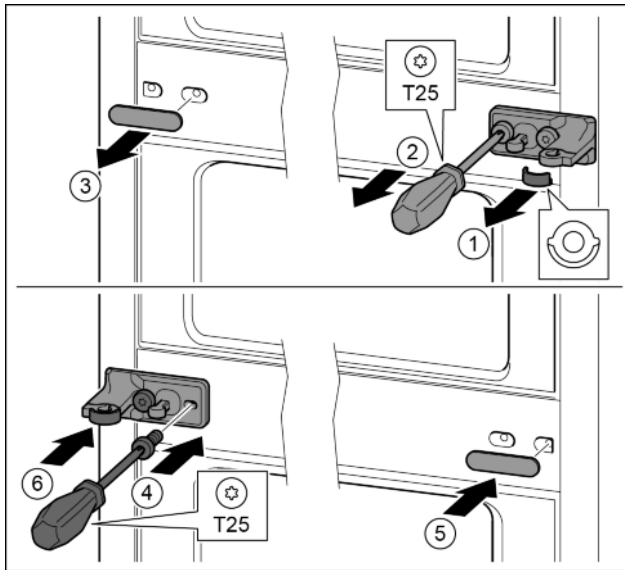

Fig. 14
- Schijf eraf trekken. Fig. 14 (1)
- Schroeven met schroevendraaier T25 eruit draaien. Fig. 14 (2)
- Afdekking voorzichtig eraf trekken. Fig. 14 (3)
- Lagerbus met folie 180° gedraaid op de andere kant bevestigen. Fig. 14 (4)
- Afdekking 180° gedraaid op de andere kant aanbrengen. Fig. 14 (5)
- Schijf vanaf de voorkant erop schuiven. Fig. 14 (6)